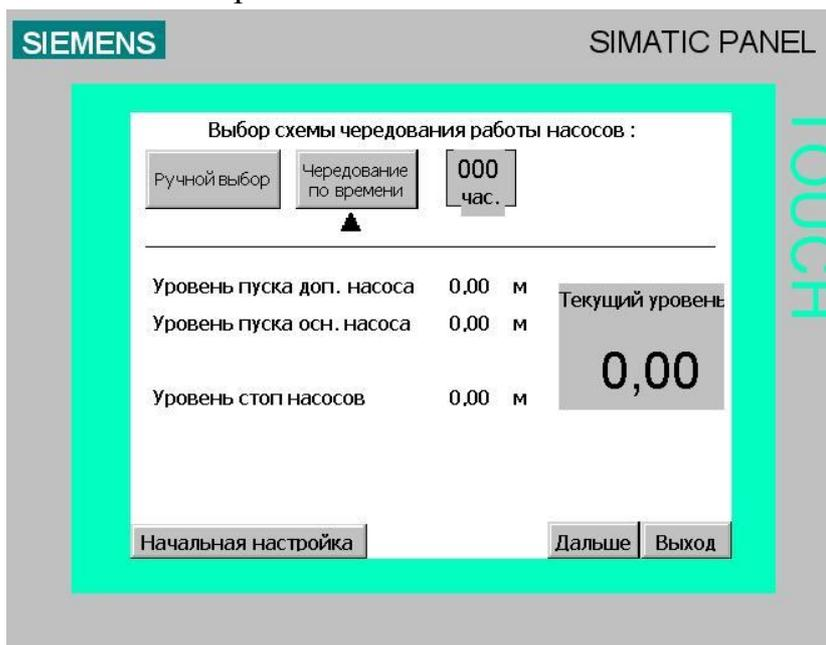

Рис.6
Настройка режимов работы насосной станции осуществляется из меню «Настройки», см рис.6 . Для ввода необходимых значений нажмите на соответствующее поле в экране меню и в открывшейся форме введите новое значение параметра. Для выбора схемы чередования работы насосов нажмите соответствующую кнопку, при этом на выбранную схему работы будет указывать стрелка под кнопкой. При ручном выборе чередования насосов в открывшемся меню также необходимо указать основной насос и дополнительный насос. При выборе схемы работы чередование по времени возможно изменить время работы насоса, по умолчанию этот параметр установлен на 24 часа. В случае необходимости возможно вернуться к первоначальным настройкам, нажав кнопку «Начальная настройка»
Режим работы калорифера настраивается из меню, вызываемого кнопкой «Дальше» в меню настройки см рис.6 . При установке переключателя в положение «ВКЛ» , калорифер будет включаться и отключаться поддерживая заданную температуру в помещении насосной станции. Текущая и заданная температура выводится на экран. Для изменения заданной температуры нажмите соответствующее выделенное поле на панели и введите требуемое значение.
11.1.2. Уровни уставок включения, выключения насосов указаны на панели управления в меню «Настройки» рис.6 .